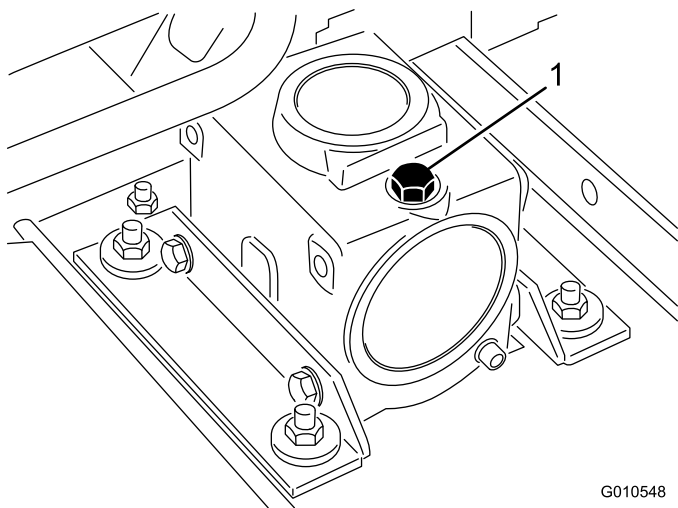

Bild 23
2. Stellen Sie die Zugmaschine und das Mähwerk auf eine ebene Fläche und senken Sie die Mähwerke ab. Nehmen Sie den Ölpeilstab bzw. die Ablassschraube oben am Getriebe ab (Bild 23) und stellen Sie sicher, dass der Schmiermittelstand zwischen den Marken am Peilstab liegt. Wenn der Schmiermittelstand niedrig ist, füllen Sie SAE 80-90wt. Schmiermittel ein, bis der Stand zwischen den Marken liegt. Das Getriebe fasst 283 ml